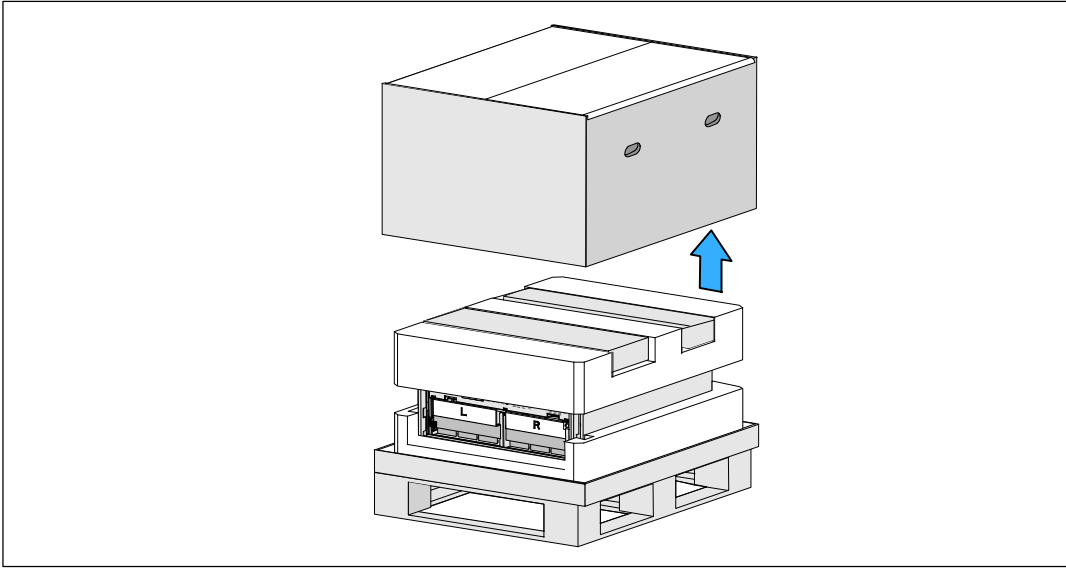

Figura 4. Desprender la caja exterior
- 2 Desprenda y retire la caja exterior (véase Figura 4).